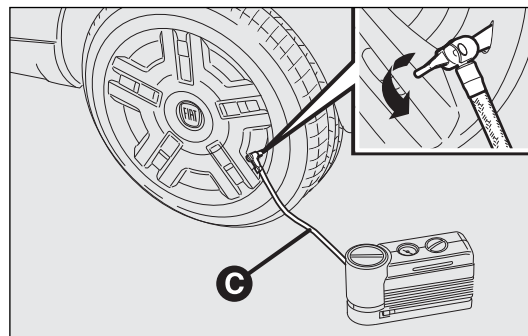

fig. 181
- ☐ Aflojar el capuchón de la válvula del neumático, extraer el tubo C-fig. 181 con el enganche rápido y conectarlo directamente a la válvula del neumático que se desea hinchar.